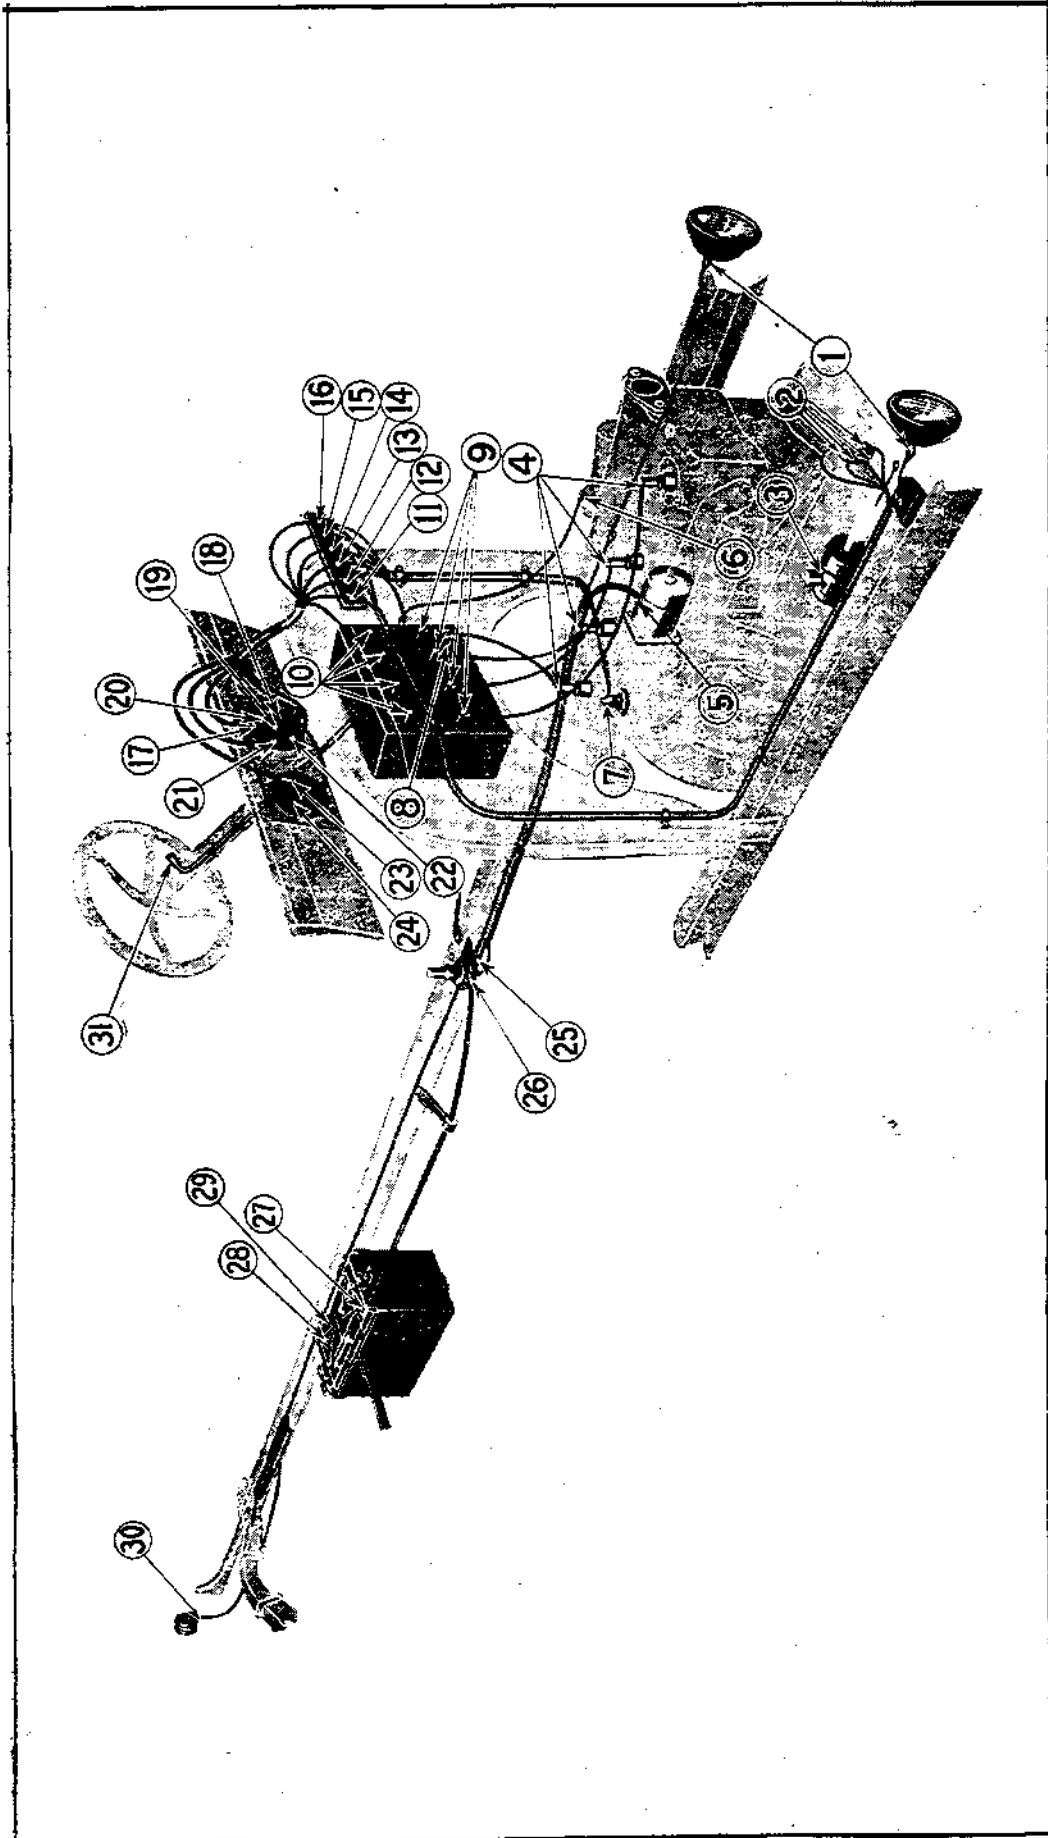

Fig. 498
988 — S'il ne se produit pas d'étincelle en mettant en court-circuit les bornes du contact démarrage, le défaut provient probablement de connexions desserrées ou encrassées. Vérifier les connexions à la borne du démarreur, point 5 (fig. 498) aux bornes du contact de démarrage, points 25 et 26, aux bornes négative et positive de la batterie, points 27 et 28 ainsi que le contact de masse de la batterie sur le châssis, point 29. Si les connexions sont propres et bien serrées, le défaut provient du démarreur. Il faudra démonter celui-ci, faire les essais d'isolement et vérifier que le coussinet ne grippe pas sur l'axe de l'induit, de la manière indiquée au chapitre XXXVII.
- 1° Les bornes des fils de batterie et de magnéto sur la planchette à bornes, points 12 et 13 (fig. 498);
991 — Lorsqu'une voiture non munie de démarreur ne se met pas en marche en tournant la manivelle, la clef d'allumage sur le point marque MAG, vérifier les bougies de la manière indiquée au par. 989, afin de savoir si le défaut provient de l'allumage ou de la canalisation d'essence. Si les essais indiquent un défaut d'allumage, vérifier la borne de contact de la magnéto, point 7 (fig. 498) en posant les pinces ou un tournevis sur la borne et le couvercle de la transmission et en remuant l'outil pour assurer un bon contact. S'il se produit une bonne étincelle, la magnéto est en bon état. (Voir par. 999.) Si aucune étincelle ne se produit ou si celle-ci est très faible, démonter la borne et vérifier que le ressort de contact ne soit ni trop faible, ni cassé et qu'il n'y ait aucune saleté, ni corps étranger entre le ressort et le contact. Ayant nettoyé la pointe de contact de la borne, remonter celle-ci et la remettre en court-circuit avec le couvercle. S'il n'y a toujours pas d'étincelle ou si l'étincelle est faible, le défaut provient soit du jeu latéral excessif du vilebrequin, soit de la désaimantation des aimants, soit d'une masse ou d'un court-circuit dans les bobines de la magnéto.
de la planchette à bornes en se plaçant devant le tablier (voir point 11, fig. 498) et l'autre fil sur une partie métallique du moteur. Tourner la clef de l'interrupteur à droite au lieu d'à gauche, et essayer de mettre le moteur en marche. Lorsque la voiture est munie d'un démarreur, il suffit de mettre la clef sur le point marqué « Bat ».
le distributeur et vérifier le couvercle de celui-ci, ainsi que le ressort de la manière indiquée au par. 1003. Si le distributeur est en bon état, vérifier toutes les connexions de la boîte de bobines, de la planchette à bornes, et de derrière l'interrupteur de la manière indiquée au par. 990, et s'assurer qu'elles soient propres et bien serrées. Si le défaut ne provient pas d'une connexion desserrée, réunir les bornes, magnéto et bobines, points 19 et 20 (fig. 498) derrière l'interrupteur avec la pince, et faire tourner le moteur par quelqu'un avec la manivelle. Si le moteur se met en marche, le défaut provient de l'interrupteur et il y a lieu de le changer.